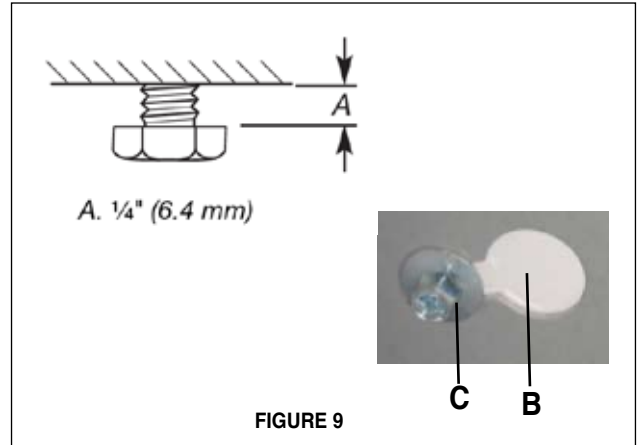

FIGURE 9
8. Installer dans des trous forés précédemment pilotes dans le plafond des 4 boulons, rondelles et écrous ou des vis à bois dans le sac des pièces en fonction de votre type de plafond (page 4). Laisser les têtes de vis environ 1/4" loin de solives de plafond (A dans la figure 9).
12. Positionnez le support de la cheminée pour que le gros bout de la fentes sont plus les boulons de fixation au plafond (B dans la figure 9). Puis poussez le support de la cheminée pour que les boulons sont dans le cou des fentes. (C dans la figure 9) Serrer les boulons.